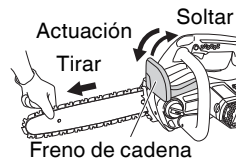

Fig. 13
3. Comprobar el funcionamiento del freno de la cadena (Fig. 13)